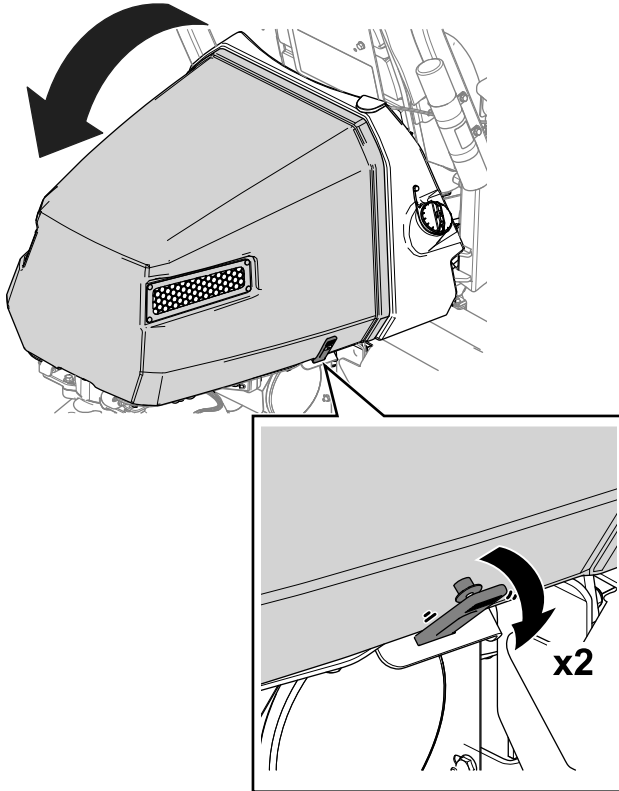

Figura 37
1. Rilasciate le cinghie da ciascun lato del cofano (Figura 37).
2. Sollevare il cofano (Figura 37).